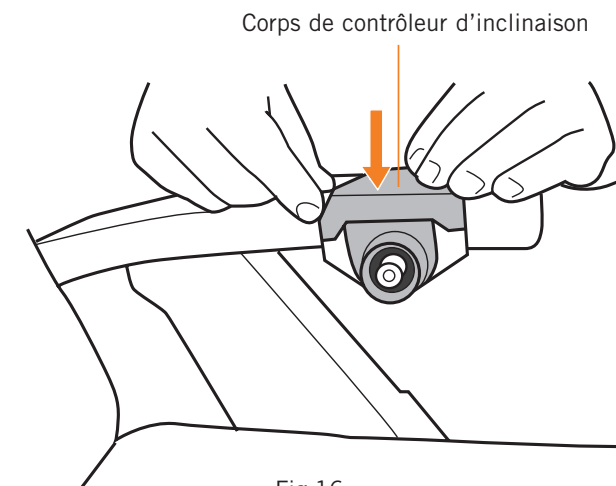

Fig.16
3. Placez le boîtier en position sur l'accoudoir gauche, comme illustré (Fig.16).